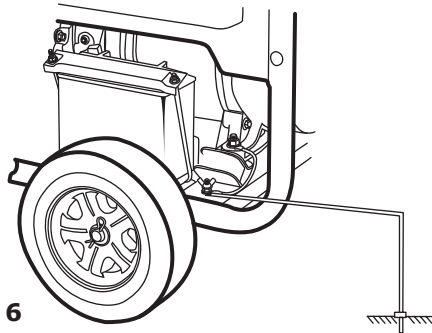

рис. 6
Клемма заземления генератора УГБ-8500Е находится на раме, рядом с аккумуляторной батареей. Клемма заземления генераторов УГБ-10000Е и УГБ-10000Е(-1) находится на панели управления (рис. 6).
- Проверьте заземление генератора (рис. 6). Следуйте требованиям правил заземления, описанным в пункте 3.1.4. «Заземление» настоящего руководства.